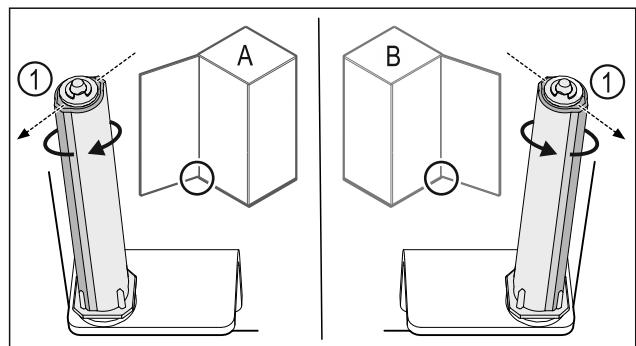

Fig. 48 左门挡 (A) / 右门挡 (B)
▶ 克服阻力转动关门系统, 直至关门系统 Fig. 48 (1)的连接片朝外。